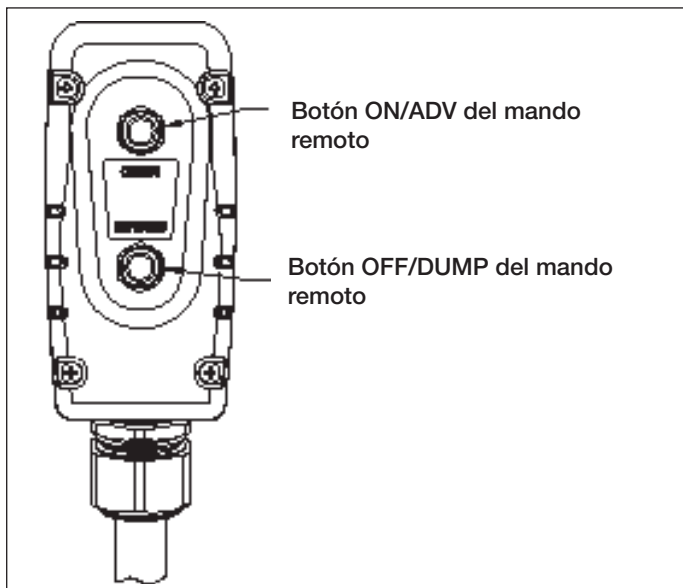

Figura 7, Botones del mando remoto
5.2 Funcionamiento del mando remoto (véase Figura 7)
5. Para arrancar la bomba, pulsar el botón “ON/ADV” del mando remoto. Véase la figura 7. El motor arrancará automáticamente y la llave comenzará su avance. La llave continuará avanzando durante el tiempo en que se pulsa el botón.